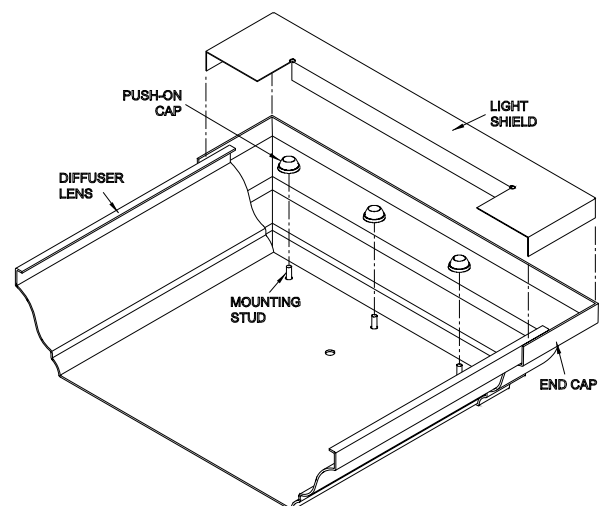

Fig. 11
11. On a flat, sturdy surface, insert the studs protruding from inside each endcap into the holes near the ends of the diffuser. Press push-on caps over the studs to secure the diffuser to the endcap. **See Figure 11.**
12. Fold the edges of the (2) light shields along the scored lines and install them in each endcap. **See Figure 11.**
11. Sur une surface plate et stable, insérer les goujons sortant de l'intérieur des embouts dans les trous près des extrémités du diffuseur. Pousser les (4) capuchons sur les goujons afin de fixer le diffuseur aux embouts. _____ **Voir la figure 11.**
12. Replier les côtés des (2) pare-lumières le long du pointillé et insérer un pare-lumière dans chaque embout. _____ **Voir la figure 11.**